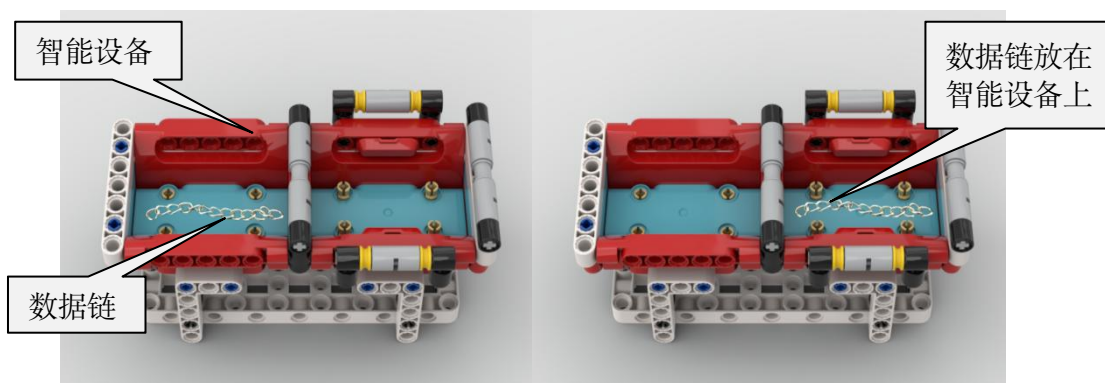

图4 数据链及智能设备模型
4.1.1比赛开始前，机器人上预装有 1 个“数据链”模型，模型如图 4 所示。